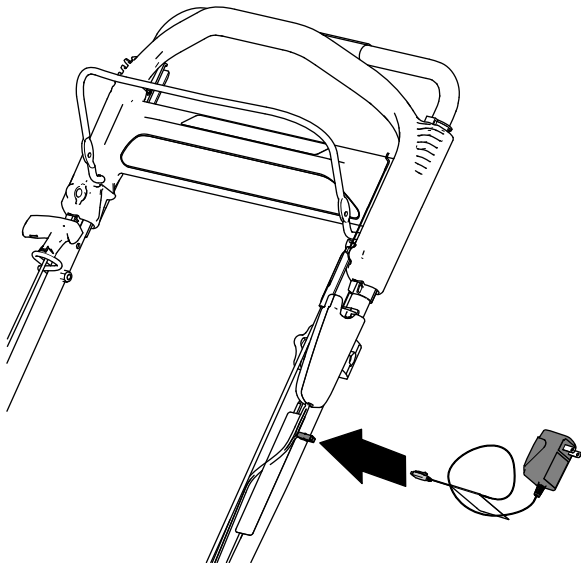

Figura 29
1. Ligue o carregador à cablagem sob o botão de arranque elétrico (Figura 29).